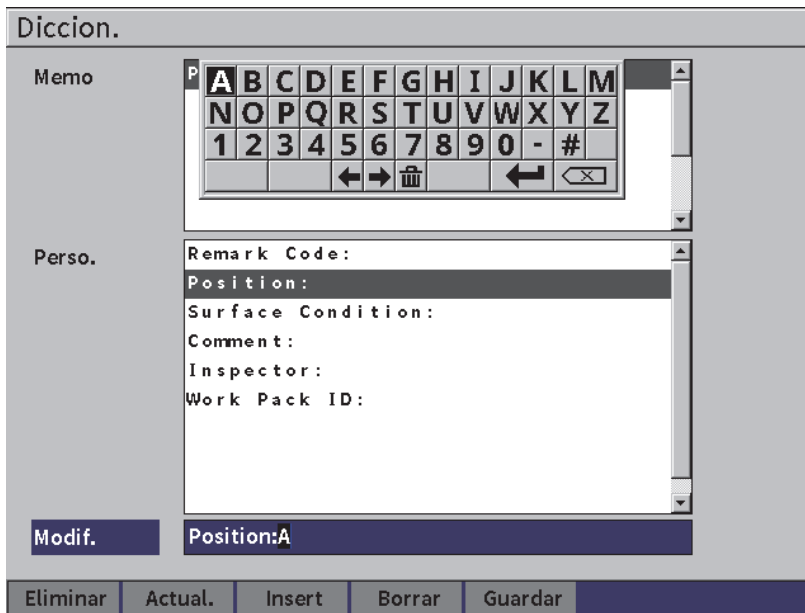

Figura 9-21 Página Diccion. del memorando: Modificación de una etiqueta
7. Introduzca los caracteres (hasta 32) usando el teclado virtual, la rueda de ajuste y la tecla ENTRAR (vea la Figura 9-21 en la página 148).